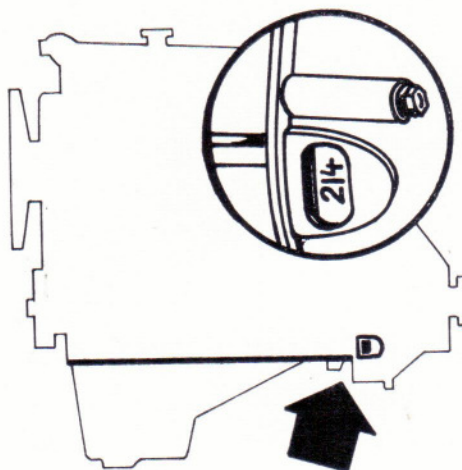

Bild 160
- Motor entgegen der Drehrichtung (Drehrichtung: auf Kraftabgabeseite gesehen nach links drehend) bis zu der dem Förderbeginn des Motors entsprechenden Gradeinteilung am Schwungrad zurückdrehen (Gradeinteilung stimmt mit der Trennfuge überein bzw. Gradeinteilung wird im Sichtfenster des Kupplungsgehäuses sichtbar) (Bild 160).